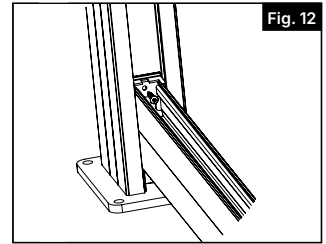

Fig. 12
- 8.** Attach bracket to post with a #10 x 3/4" screw (Fig. 12).
Fijar el soporte al poste con un tornillo N° 10 x $\frac{3}{4}$ " (Fig. 12).